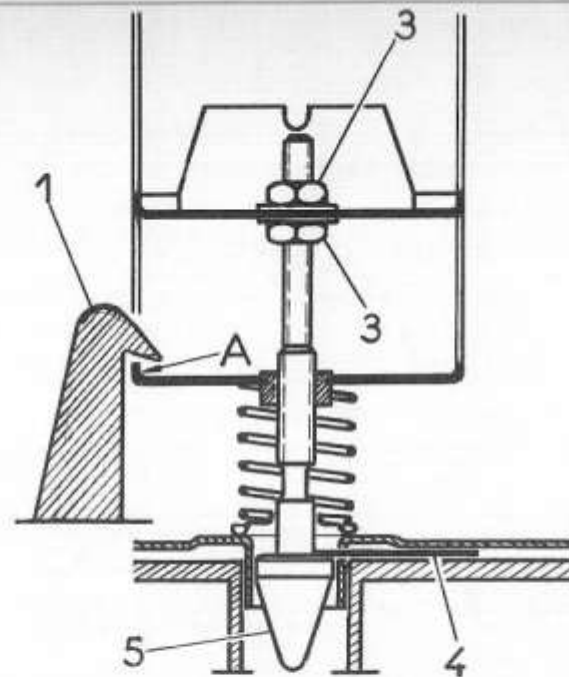

Fig. 1
A) Vérification du verrouillage du capot (Fig. 1 et 2)
1° - Réglage en plan horizontal (Fig.1 et 2)
2° - Réglage en plan vertical (Fig.1)